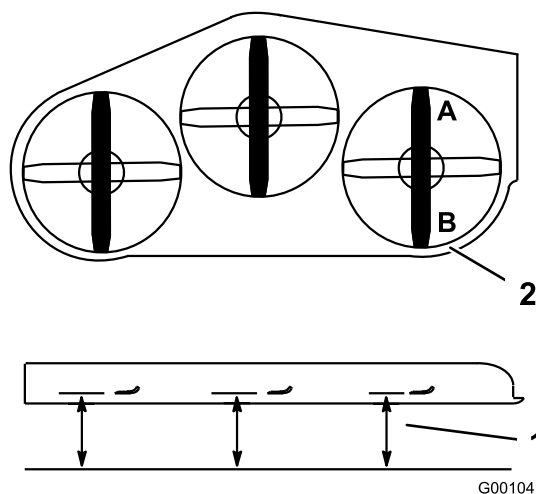
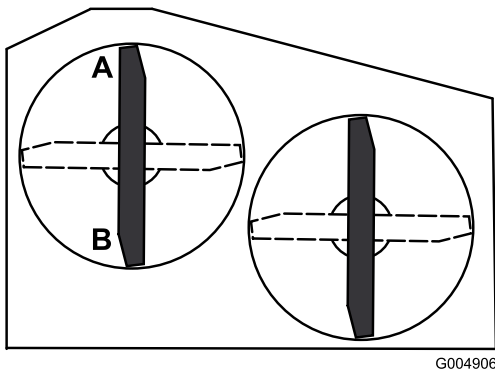

Figura 66
Figura 67
- Coloque una cuchilla en posición longitudinal. Mida en las posiciones **A** y **B** desde una superficie nivelada hasta el filo de corte de los extremos de la cuchilla (Figura 66 o Figura 67).
Nota: Para carcasas de corte de 36 pulgadas, consulte la Figura 67.
5. Mida en las posiciones C y D (Figura 66) desde una superficie nivelada hasta el filo de corte de las cuchillas.